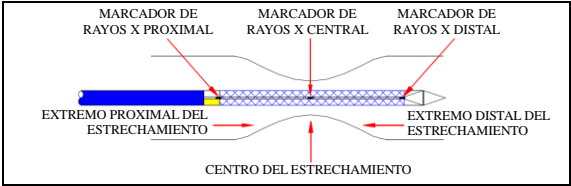

Figura 4
- Cuando el marcador de rayos X central alcance el centro del estrechamiento a tratar, continúe tirando el conector Y hacia atrás hasta que el stent se haya desplegado por completo. (Observe la figura 4, 5).
- Cuando el marcador de rayos X central alcance el centro del estrechamiento a tratar, continúe tirando el conector Y hacia atrás hasta que el stent se haya desplegado por completo. (Observe la figura 4, 6).